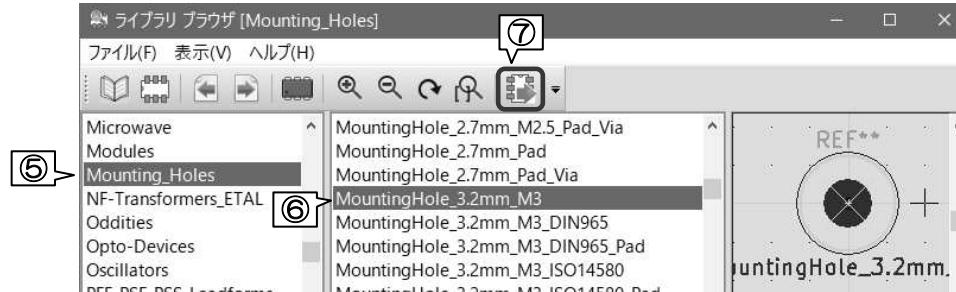

図 10-6
- ⑤ ライブラリ・ブラウザ左ペイン Mounting_Holes を選択します。図 10-6
- ⑥ 中央ペインの MountingHole_3.2mm_M3 を選択します。図 10-6
- ⑦ ツールバー 「ボードにフットプリントを挿入」をクリックします。図 10-6